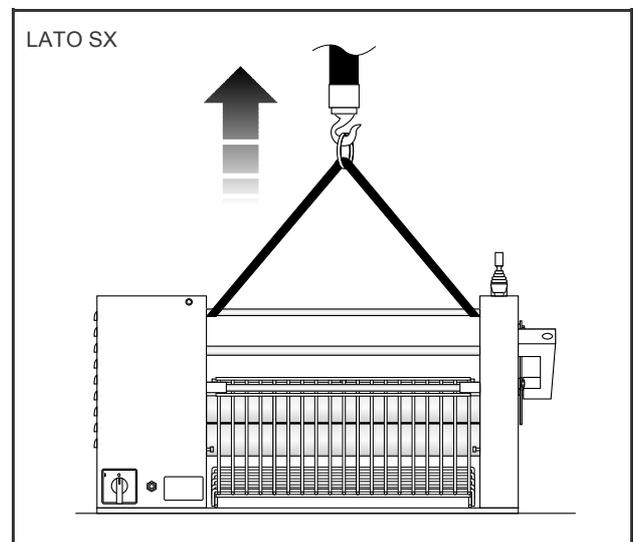

FIG.5 (Sollevamento della macchina)
- 1- Togliere la cassetta porta farina (**FIG.2A-Rif.10**) tramite le due viti poste ai lati, Infilare le brache o le funi idonee all'impiego (conformi alla normativa vigente) sotto i tiranti delle spalle (**Vedi FIG.5**);